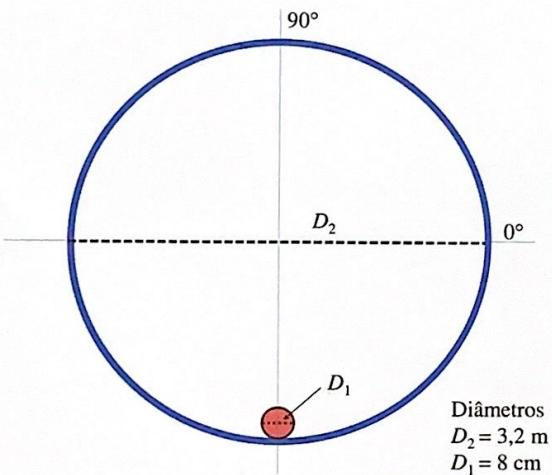

Figura 5: Relação entre os diâmetros da engrenagem do motorreductor (D_1) e a engrenagem da pá (D_2).
- Caso a velocidade média do vento seja superior a 12 m/s, o eixo do motorreductor deverá girar uma quantidade específica de vezes no sentido horário, de modo a assegurar o “estolamento” da pá do aerogerador, ou seja, a pá deverá girar 90° no sentido horário ($90^\circ \Rightarrow 0^\circ$). Para tanto, a Figura 5 deve ser levada em consideração no cálculo da quantidade de giros que o eixo do motorreductor deve realizar.